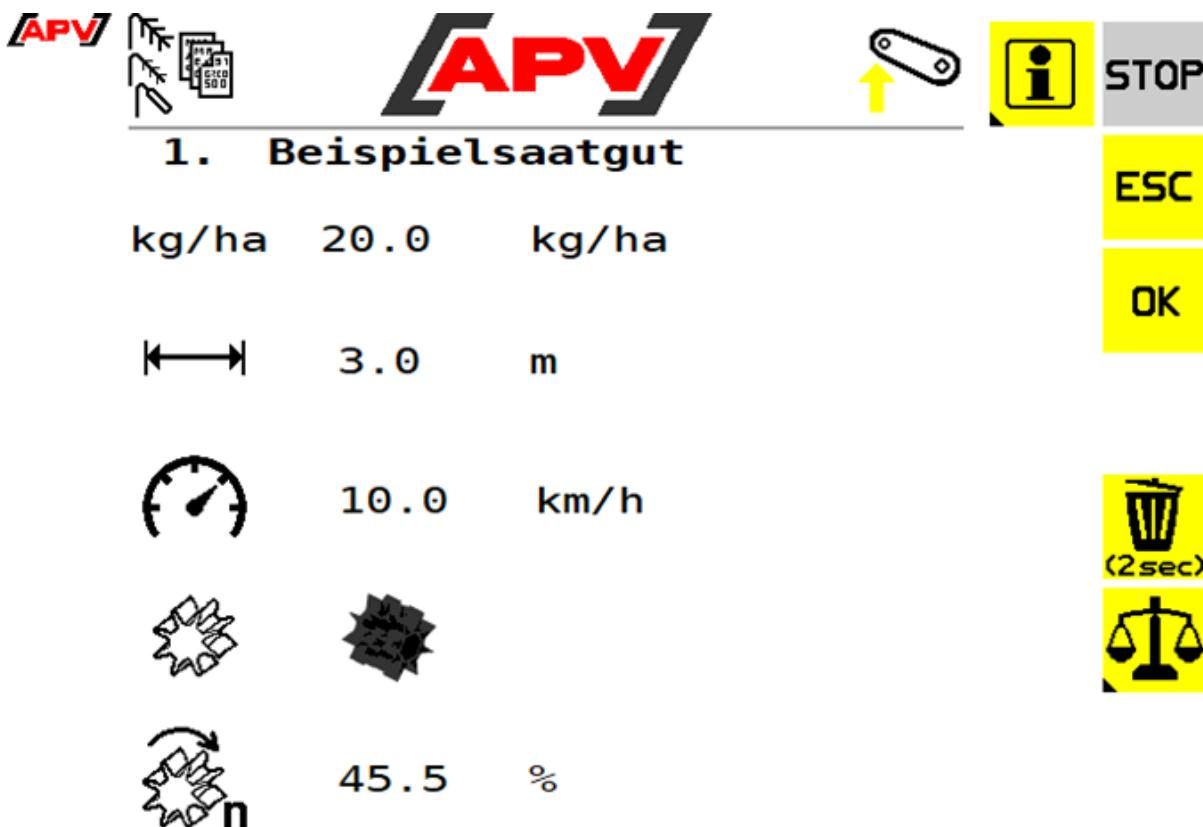

Рис. 18
10. После нажатия кнопки OK отображаются подробные сведения о посевном материале (см. Рис. 18, элементы индикации объяснены в пункте 6.3.1.1). Если проба для установки на норму высева успешно завершена, то в этот момент все настройки уже сохранены.